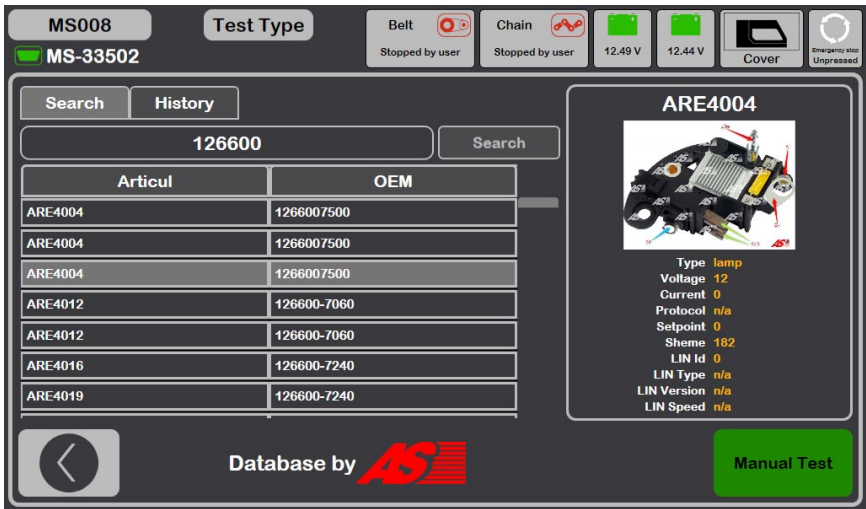

Рисунок 26. Екран пошуку регулятора по базі даних
4. Перед активацією режиму діагностики з'явиться вікно попередньої перевірки генератора, див. рис. 26.
4.1. Кнопками керування приводом генератора (див. поз. 1 рис. 26) встановіть швидкість обертання шківів генератора в межах від 100 до 150 об/хв.
За оригінальним номером регулятора проведіть пошук інформації про позначення терміналів регулятора в базі стенда (рис. 26). Потім під'єднайте провода діагностичного кабелю і роз'ємів стенду до регулятора згідно з наведеною схемою.